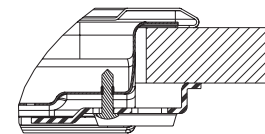

Рис. 1
1. Закрепите пружинные зажимы (A) (Рис. 1) прилагаемыми винтами, следя за соблюдением указанных расстояний.
- По завершении подсоединения электрических компонентов вставьте плиту сверху и подвесьте ее на пружинах, как показано на Рис. 1.